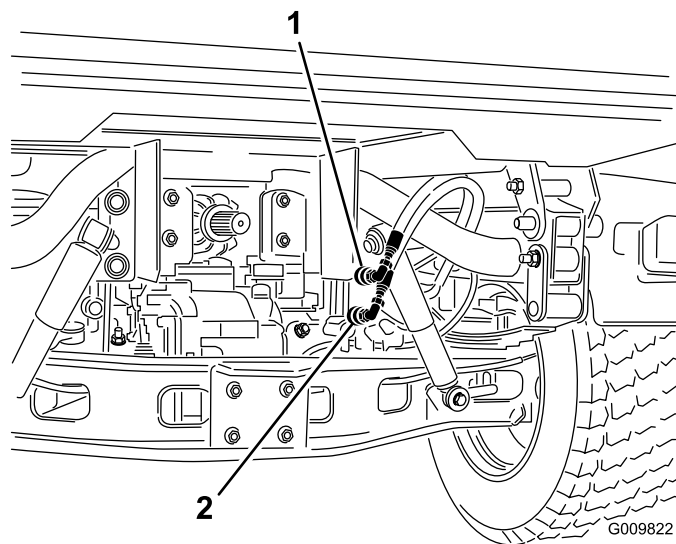

図 92
- それぞれの車両で、クイックカップラホース2本を、カップラブラケットのホースから外す 図 92。